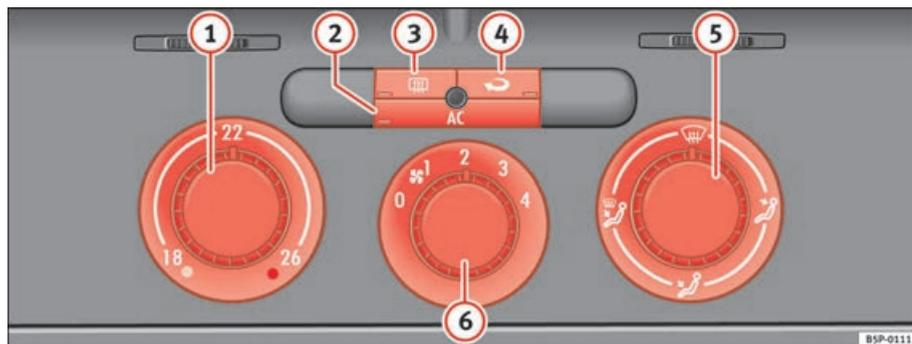

Fig. 129 Sur le tableau de bord : éléments de commande du Climatic
- Les régulateurs ⇒ fig. 129 ① et ⑤ et la commande ⑥ permettent de régler la température, la distribution de l'air et la vitesse de la turbine.
- Appuyez sur l'une des touches ②, ③ ou ④ pour activer ou désactiver la fonction correspondante. Quand la fonction est active, le rectangle situé sur le coin inférieur de la touche s'allume.
- ① Régulateur de température ⇒ page 163
- ② Touche **AC** – Allumer éteindre le système de réfrigération ⇒ page 163
- ③ Touche – Dégivrage glace AR Environ 20 minutes après son activation, le dégivrage s'arrête automatiquement. Vous pouvez la désactiver plus tôt en appuyant sur la touche
- ④ Touche – Recyclage de l'air ⇒ page 165
- ⑤ Régulateur de répartition de l'air ⇒ page 163
- ⑥ Commande de soufflante. Le débit d'air peut être réglé sur quatre vitesses. Lorsque le véhicule roule lentement, laissez toujours tourner la soufflante à petite vitesse. ▶
- Mettez le climatiseur en marche à l'aide de la touche ⇒ page 162, fig. 129 (AC).